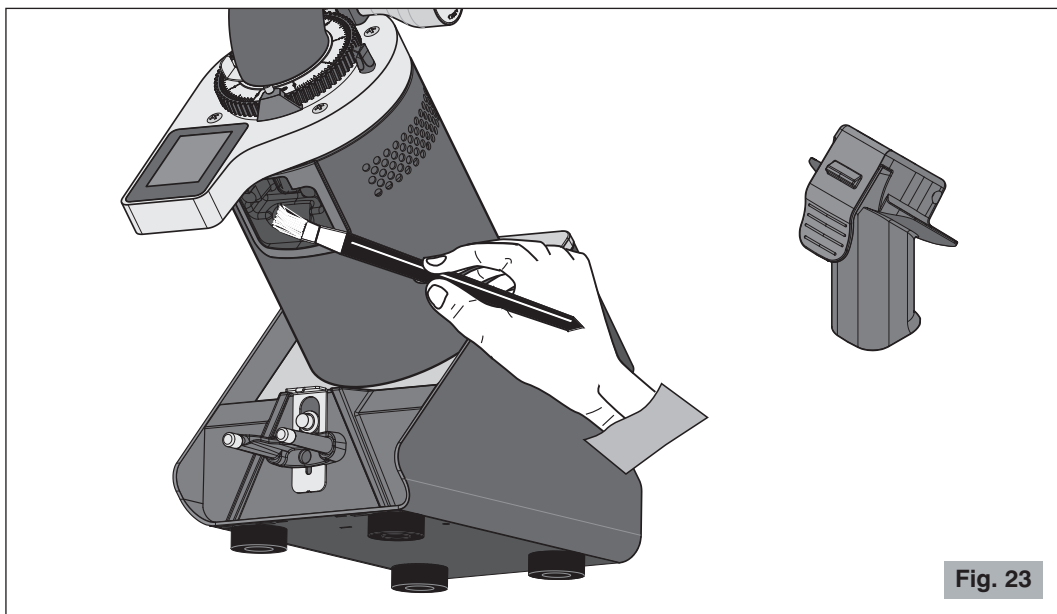

Fig. 23
- Utilizzare uno spazzolino o un pennello (Fig. 23) per pulire le zone più nascoste al suo interno e un panno asciutto per le altre superfici.